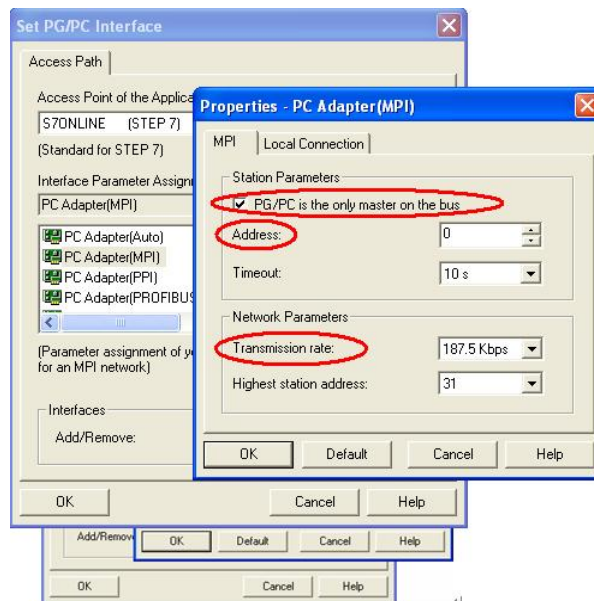

图 2.2.3
3. 在弹出属性对话框中，勾选 PG/PC is the only master on the Bus，地址采用默认地址 0，当然您也可以指定自己的地址，但是需要注意不能与在此网络上其他设备（包括前面的控制面板）的 MPI/Profibus 地址冲突（原则 1：一条总线上所有站的地址一定不能重复）指定 Transmission rate 为 187.5kbps，此处，波特率的设置要与面板中协议指定的波特率相同（原则 2：一条总线上所有设备的通讯速率一定要一致），如图 2.2.3 所示。